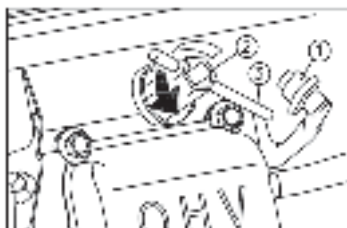

Рис. 24 1 – колпачок высоковольтного провода;
2. Выверните свечу зажигания против часовой стрелки с помощью свечного ключа (2) и воротка (3) (рис. 24);